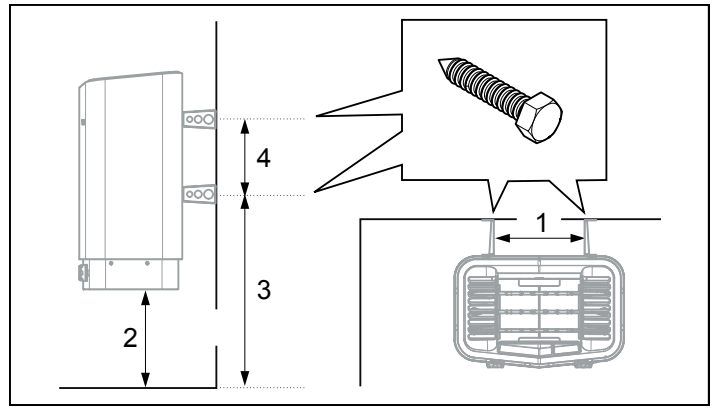

Fig. 11 : Cotes
- Installer les vis pour support d'après les cotes, voir la figure 11.